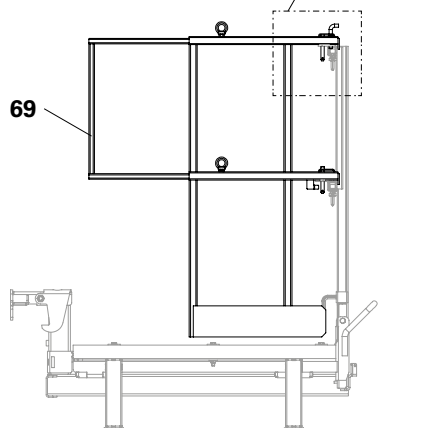

Fig. A7.09
- Poser le garde-corps avant (69) sur les bords ouverts. (Fig. A7.09)
2. Accrocher le garde-corps avant. (Fig. A7.09)